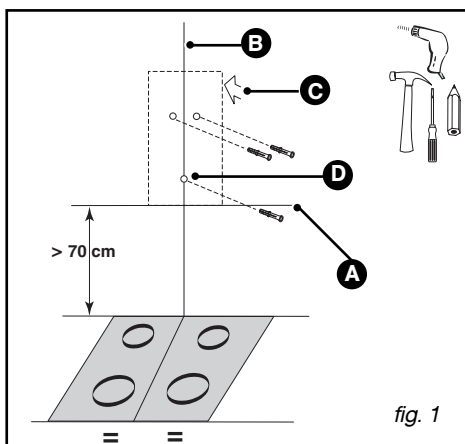

fig. 1
- Trace una marca horizontal a una distancia mínima de 70 cm de la zona de cocción. (A/fig.1).
- Trace una raya vertical (B/fig.1) en la pared, centrada con respecto a la placa de cocción y que baje desde el techo hasta la marca horizontal precedente (A).
- Coloque la plantilla de perforación (C/fig. 1) contra la pared.
- El emplazamiento (D) corresponde al tornillo “anti-levantamiento” de la campana.
– Fije contra la pared, con los dos tornillos, el soporte metálico de la chimenea, apoyándolo contra la pared (fig. 1).